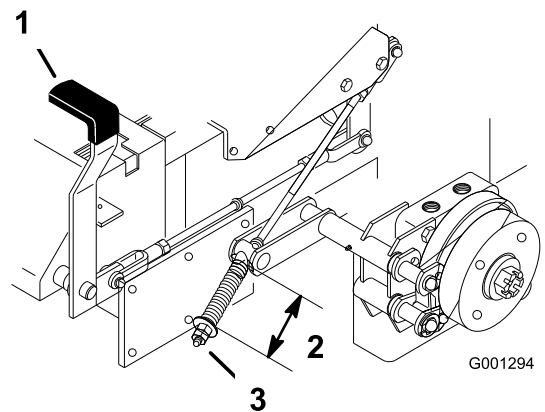

Figure 62
2. Mesurez la longueur du ressort. Les rondelles doivent être espacées de 64 mm (2-1/2") (Figure 62).
3. Si un réglage est requis, desserrez le frein de stationnement, desserrez l'écrou de blocage situé sous le ressort et réglez l'écrou directement au-dessous du ressort (Figure 62). Modifiez le serrage de l'écrou jusqu'à ce que le ressort ait la longueur voulue. Tournez l'écrou dans le sens horaire pour raccourcir le ressort et dans le sens anti-horaire pour l'allonger.